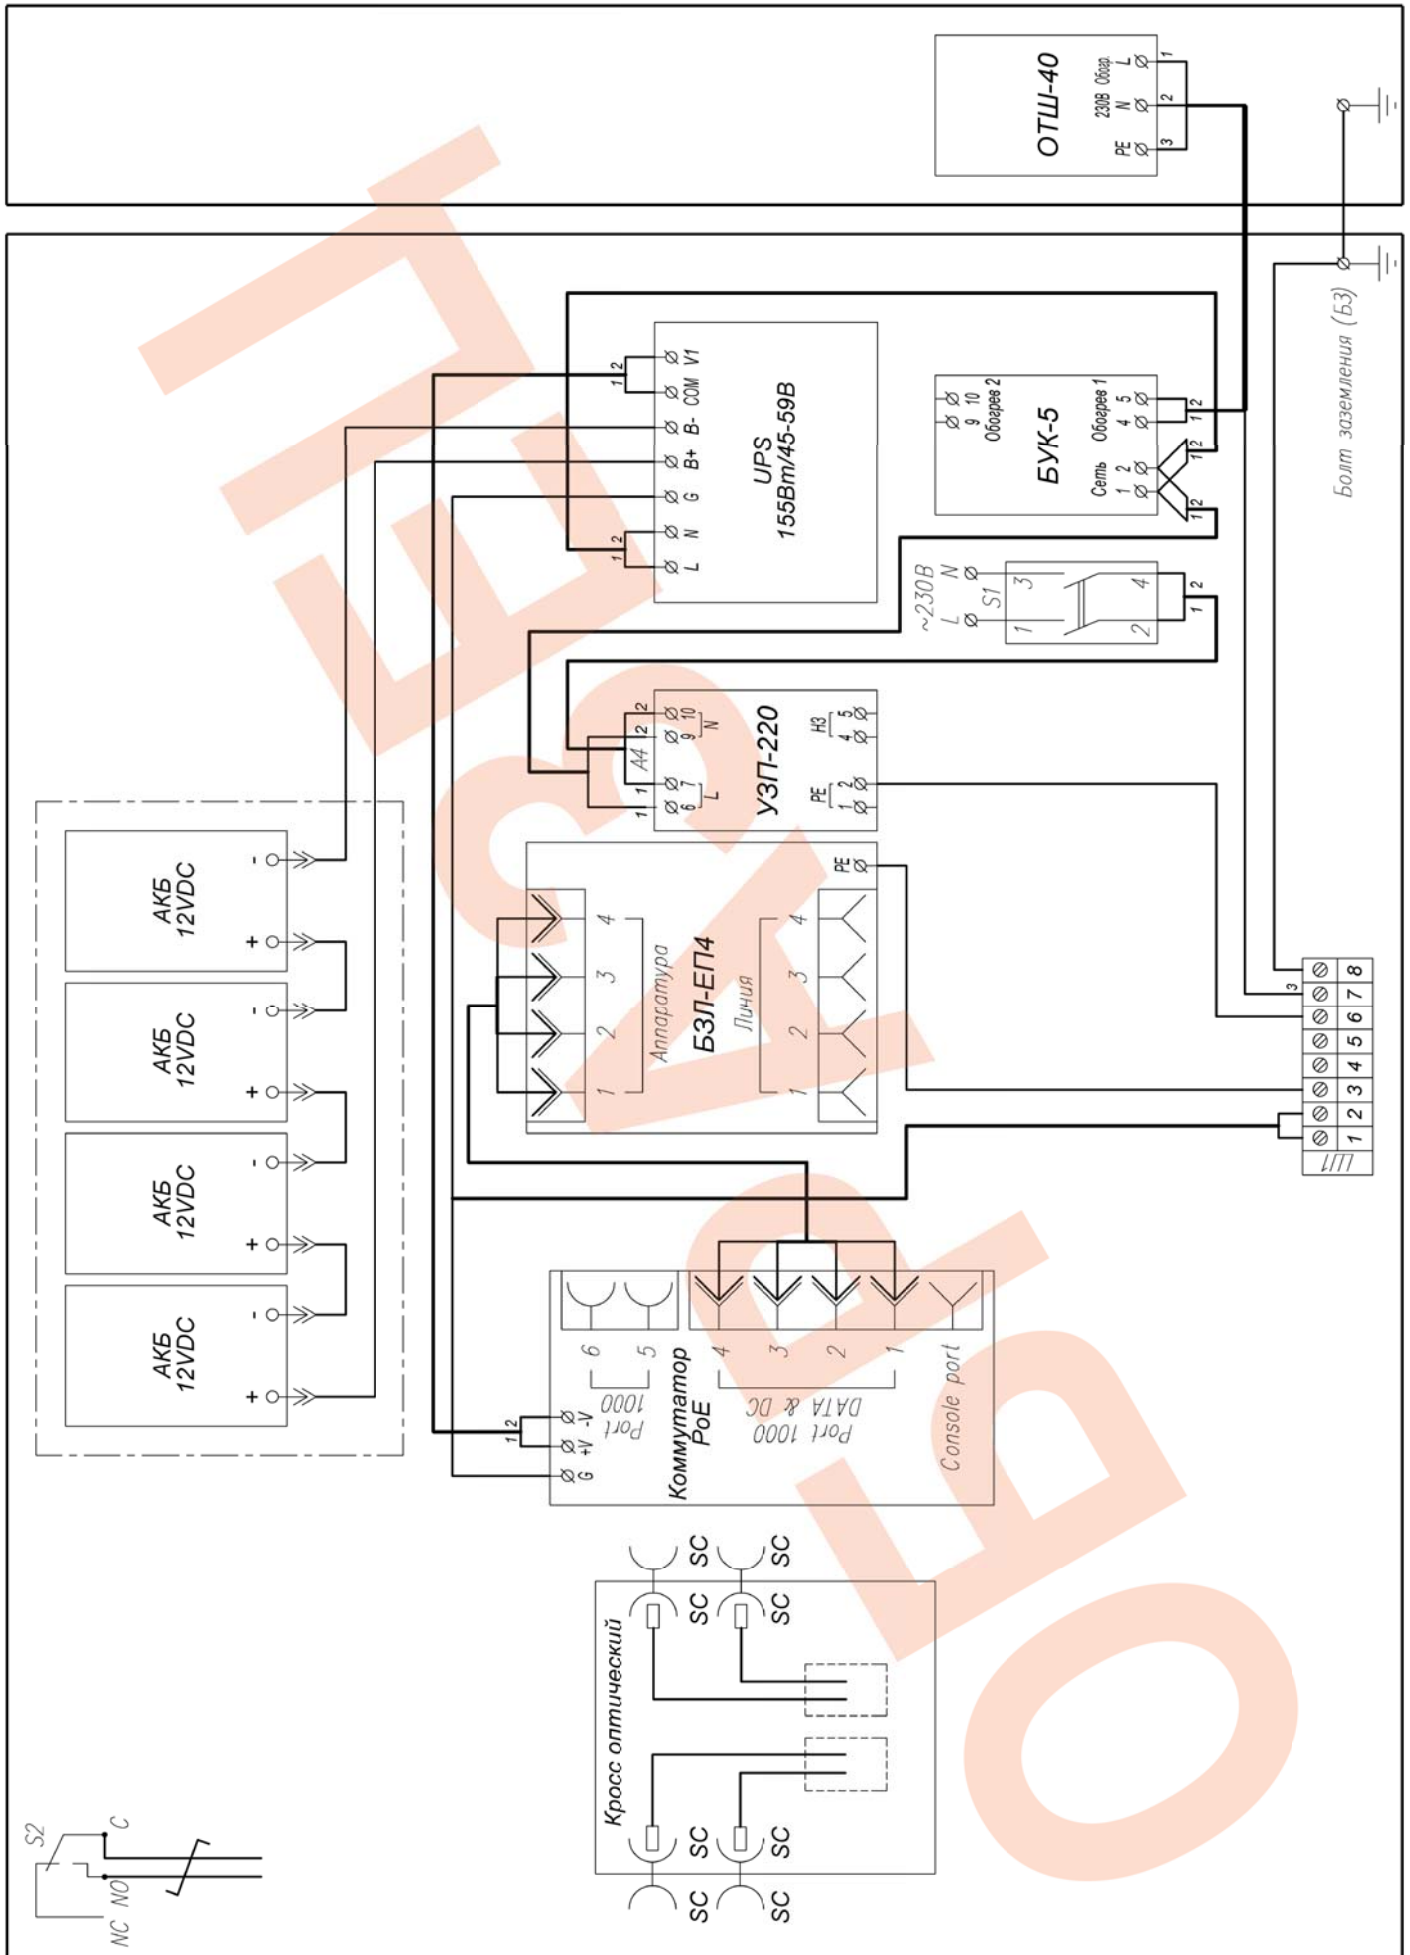

Рис.1 Схема электрическая принципиальная
1. Заземлить изделие при помощи болта заземления (БЗ) (рис.1).
4. Подключить АКБ к UPS преобразователю согласно схеме (рис.1).